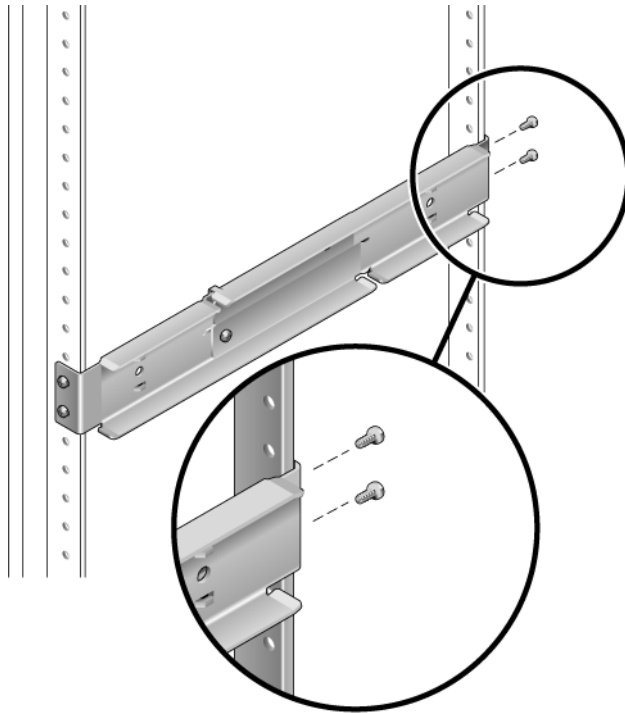

FIGURE 3-17 Fixation de la partie arrière des rails réglables au rack
4. À l'aide de deux vis, fixez la partie arrière des rails réglables à l'arrière du rack (FIGURE 3-17).